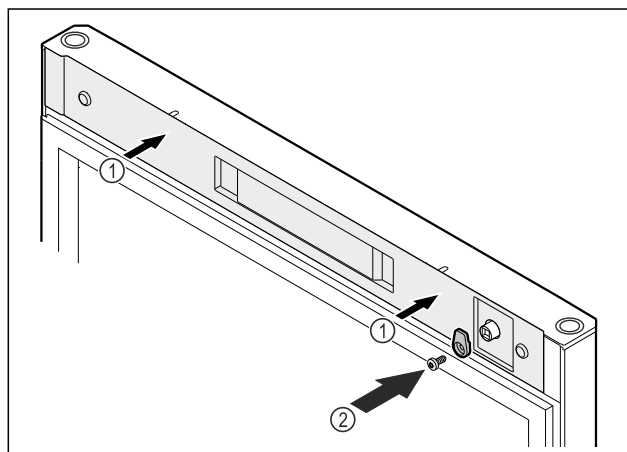

Fig. 55
- Sæt afdækningerne på Fig. 55 (1).
- Skru lukkekrogen på Fig. 55 (2).